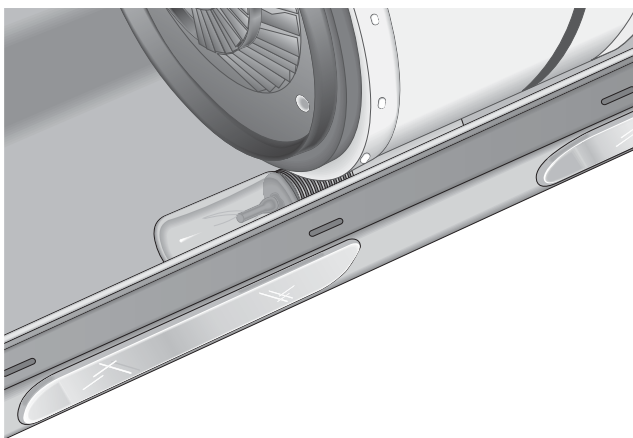

Fig. 3
- Per la eventuale sostituzione delle due lampade montate bisogna prima togliere i filtri antigrasso per poter accedere al portalampe e svitare la lampada o le lampade da sostituire (Fig. 3).
- To replace the two lamps remove the two anti-grease filters in order to reach the lamp holder and unscrew the lamp or lamps (Fig. 3).
- Pour le remplacement éventuel des deux ampoules qui ont été montées, il faut d'abord enlever au moins deux filtres anti-graisse pour pouvoir accéder au porte-ampoules et dévisser la/les ampoule/s à remplacer (Fig. 3).
- Bei einem eventuellen Austausch der beiden montierten Leuchten müssen zuvor mindestens zwei der Fettfilter entfernt werden, um Zugang zur Lampenhalterung zu erhalten. Dann können die auszuwechselnde/n Lampe/n herausgeschraubt werden (Abb.3).
- Ved eventuel udskiftning af de to påmonterede elektriske pærer skal man først fjerne affedtningsfiltrene for at komme ind til lampefatningen og skruer pæren af eller skruer udskiftningspæren på (Fig 3).
- Voor een eventuele vervanging van de twee lampjes verwijder tenminste twee vetfilters om de lamphouder te bereiken, draai vervolgens de te vervangen lamp/en los (Fig.3).